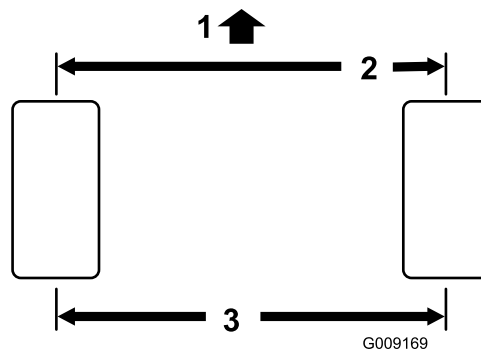

Figure 102
**Remarque:** Le pincement des roues arrière est correct si la différence de mesure entre les roues avant et arrière est 6 mm ( $\frac{1}{4}$  po) ou moins (Figure 102).